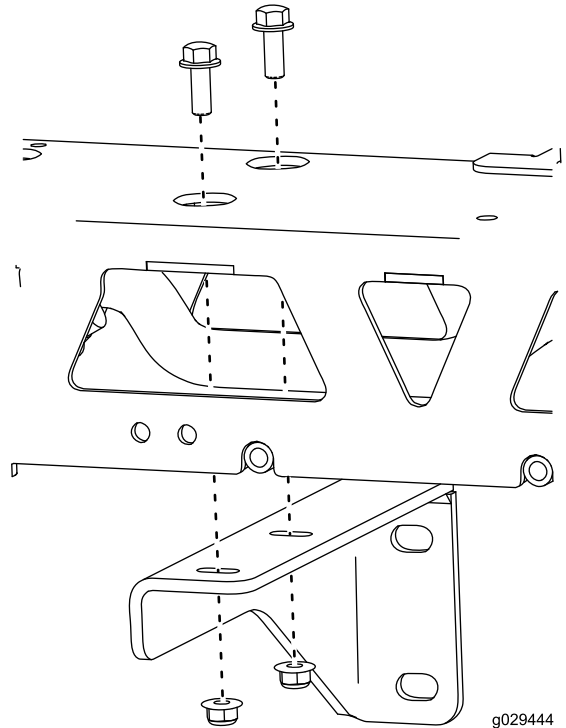

Figura 9
7. Con el conjunto de brazo fuera de la máquina, retire los 2 soportes de montaje (Figura 9).